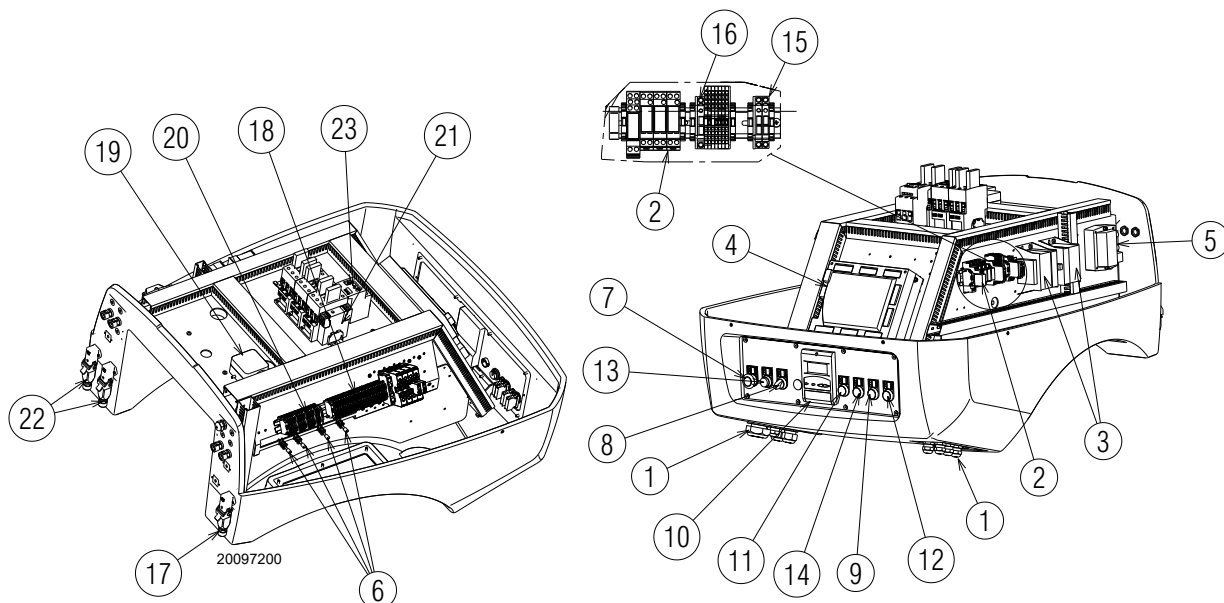

Abb. 6
- **Störabschaltung des Gerätes:** Das Aufleuchten der Taste 13)(Abb. 6) (**rote Led**) weist auf eine Störabschaltung des Brenners hin. Zur Entriegelung die Taste 13) (Abb. 6) drücken.